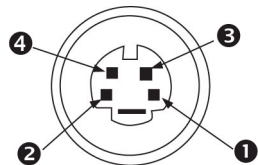

Рисунок 4.2 Назначение контактов Y/C
Имеется один (1) разъем типа мини-DIN для входа сигнала Y/C (S-Video) (см. Рисунок 4.2) на боковой панели.